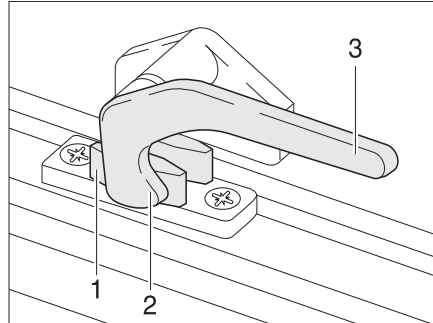

Fig. 53 Levier de verrouillage en position "Fermé"
- Tourner le levier de verrouillage (Fig. 53,3) d'un quart de tour vers le centre de la fenêtre.
- Tourner le levier de verrouillage (Fig. 53,3) d'un quart de tour vers le cadre de la fenêtre. Le tenon de verrouillage (Fig. 53,2) se trouve sur le côté intérieur du verrouillage de fenêtre (Fig. 53,1).
- En position "Fermé" (Fig. 53)